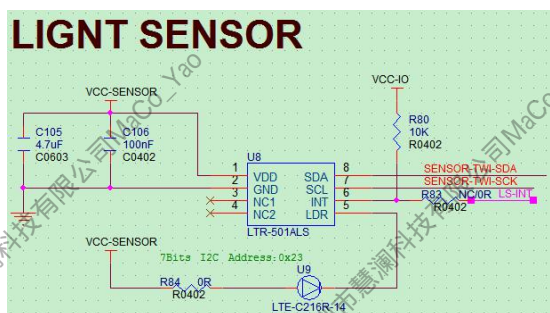

图 2-58 LIGHT 传感器电路设计
- 必须在原理图中标注清楚 SENSOR 电源的工作电压和最大工作电流，以便 PCB layout 设计，如图 2-58 所示。